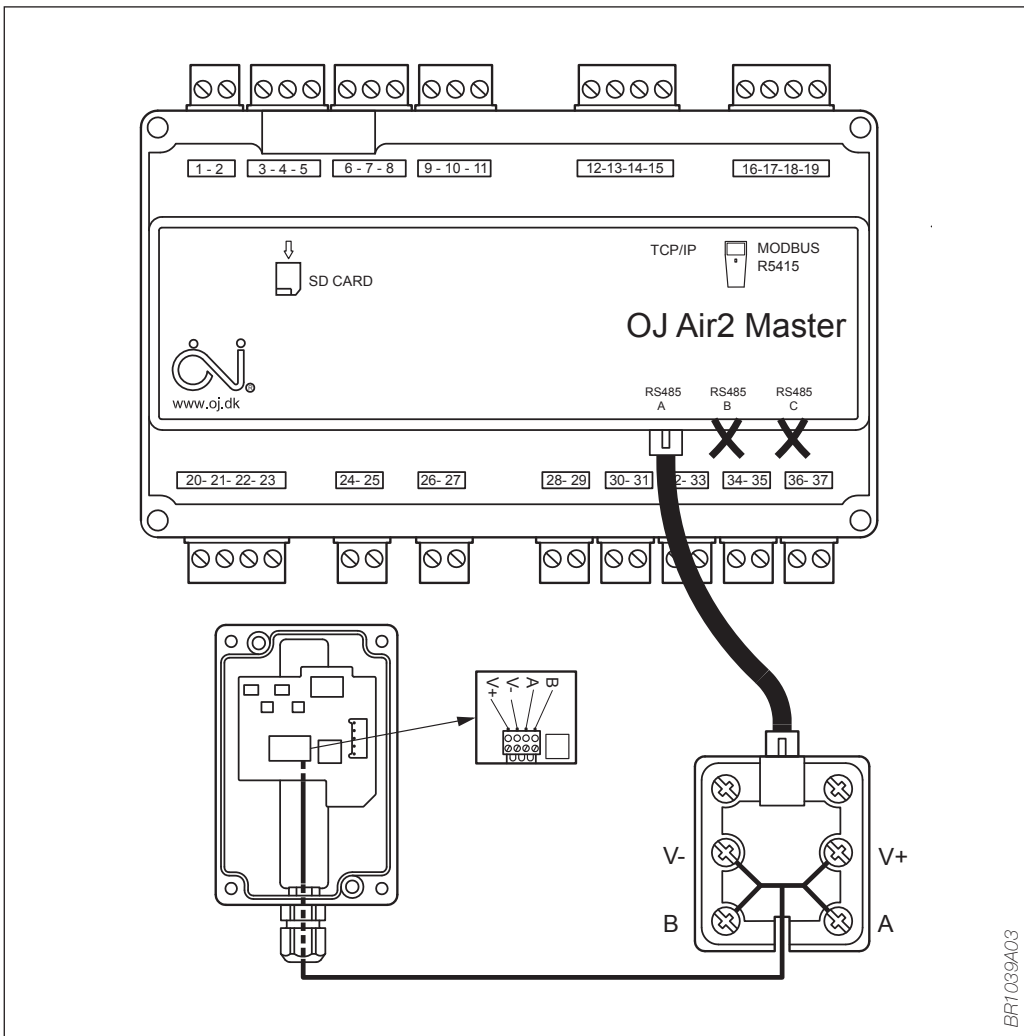

Fig. 6 - Connection diagram
La TTH-6040-O mesure la température extérieure et communique le résultat par Modbus. La sonde de température devrait être montée sur une surface plane à un endroit adéquat pour la mesure. Ne montez pas la sonde directement sous la lumière du soleil ou dans des courants d'air. Raccordez la sonde à la boîte de jonction en utilisant un câble à 4 conducteurs (non fourni), voir la figure 6.
- Fig. 6 : Schéma de filerie